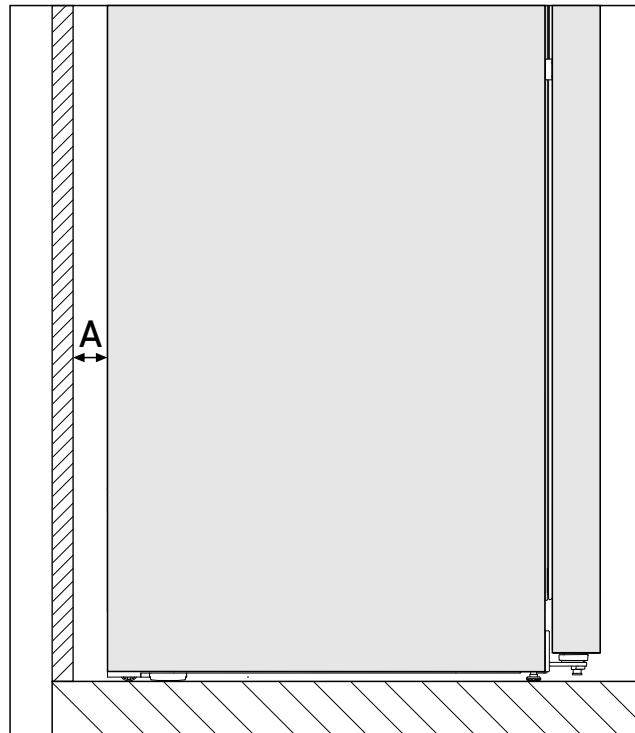

Fig. 3\*
Spotřeba energie byla zjištěna s ohledem na vzdálenost od stěny Fig. 3 (A) mezi zadní stranou spotřebiče a stěnou. Pokud je vzdálenost od stěny menší než Fig. 3 (A), nemá to žádný vliv na funkčnost spotřebiče, avšak při menší vzdálenosti od stěny se mírně zvýší spotřeba energie.\*